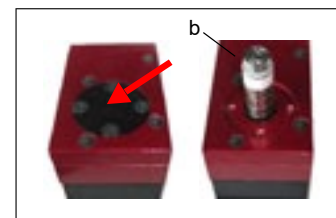

FIG. 16
- Svitare le viti del tappo circolare sulla parte superiore della maschiatrice e rimuoverlo (FIG. 16);